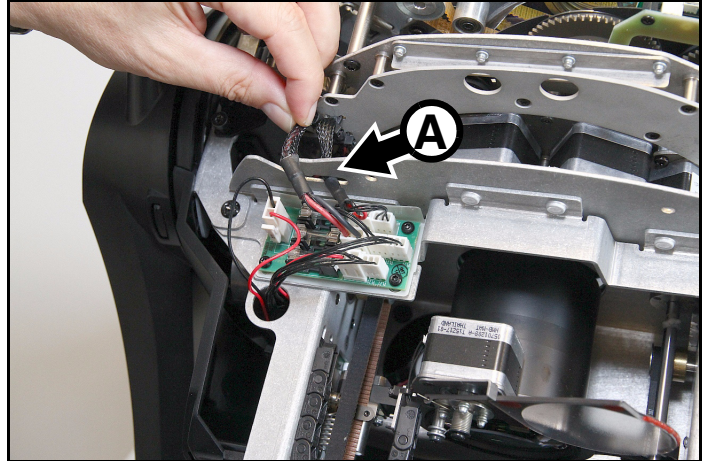

Figure 10: Guidage du faisceau du multi-module
2. Voir Figure 10. Dégagez le faisceau du multi-module de ses gorges de guidage **A** dans le module zoom/net .